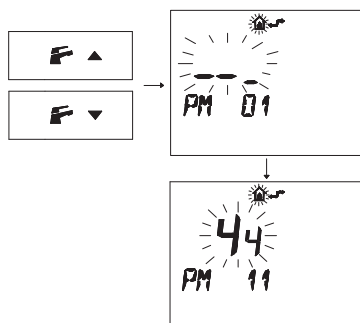

Figura 5.90
- Premere i pulsanti o per visualizzare la programmazione "PM11" della postcircolazione pompa (Figura 5.90).